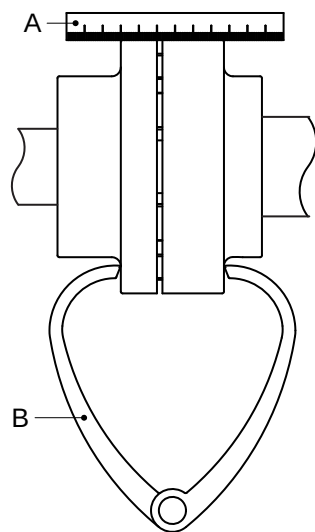

Рисунок 4: Совмещение муфты при помощи линейки и пары кронциркулей.
- 1 Поместите линейку (А) на муфту. Вставьте или снимите столько медных шайб, сколько необходимо, чтобы установить электродвигатель на нужную высоту, так чтобы прямая кромка касалась обеих полумуфт по всей длине, см. рисунок 4.
- 3 Еще раз проверьте совмещение при помощи пары кронциркулей (B) в 2 диаметрально противоположных точках по бокам полумуфт, см. рисунок 4.